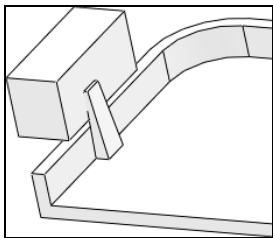

图 6-32 素材文件
- 01 打开素材库中的“第 6 章/6-3 弹簧扣凹槽.sldprt”文件，如图 6-32 所示。